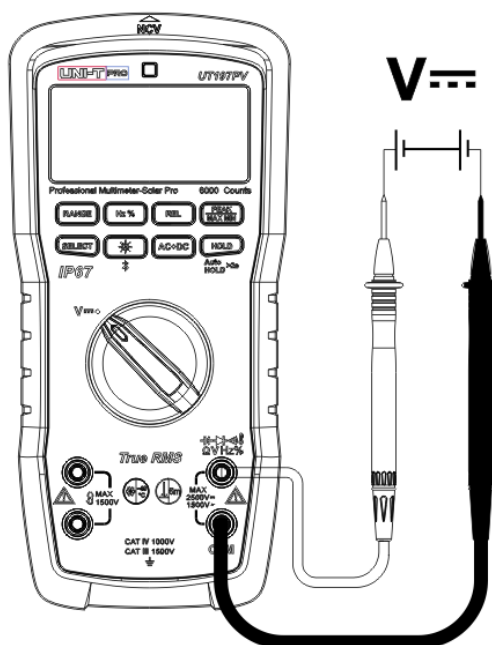

Figure 7
3. Mesure de la tension DC (Figure 7)